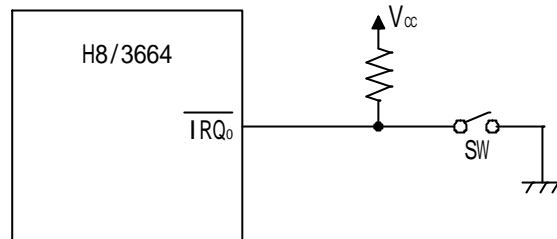

図1 IRQ₀入力端子のスイッチ接続例
- (1) ウォッチドッグタイマ機能を使用して、ウォッチドッグ動作を行ないます。
- (2) タイマカウンタWDのオーバーフロー周期を122.88msに設定し、122.88ms以内にタイマカウンタWDをイニシャライズしなければ、内部リセット信号が発生するように動作させます。
- (3) 通常動作では、一定時間ごとにLEDが点灯/消灯を繰り返し、タイマカウンタWDがオーバーフローする前にタイマカウンタWDをイニシャライズするように設定します。
- (4) IRQ₀入力端子に接続したスイッチのオンにより、タイマカウンタWDがイニシャライズされずにオーバーフローし、内部リセット信号が発生するように動作させます。
- (5) LEDはポート7のP74出力端子に接続しているものとします。
- (6) 図1に、IRQ₀入力端子のスイッチ接続例を示します。